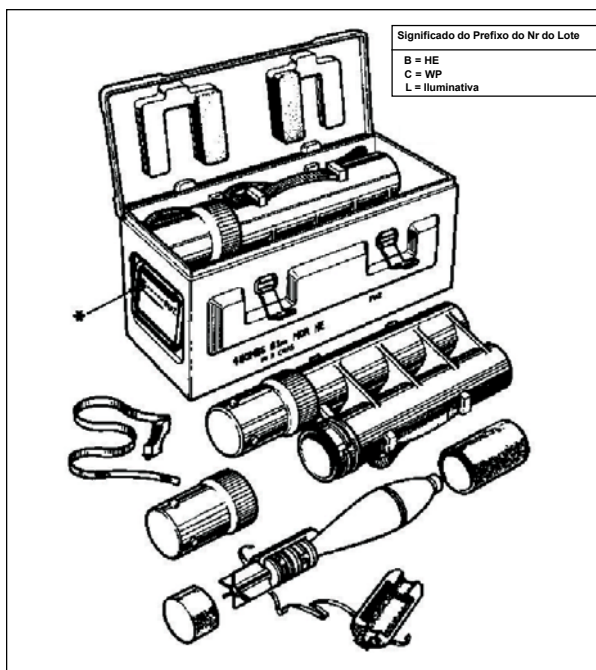

Fig 1-12. Estojo para granadas
a. HE e WP - Desengate a trava plástica em forma de cunha do estojo da granada e remova a sua tampa girando-a um quarto de volta no sentido anti-horário. Remova cuidadosamente a granada de dentro do estojo e retire as partes protetoras da ogiva, da carga inicial e quaisquer elásticos e fitas existentes. Quando é distribuída, normalmente, a granada vem preparada com a carga 6 (seis). Inspeção os suplementos para assegurar-se que nenhum deles esteja danificado. Caso algum suplemento esteja danificado, ele deverá ser substituído. Cheque a cinta de turgência para verificar se não está danificada. Verifique o grampo de segurança da espoleta. Recoloque a granada no seu estojo, sendo primeiramente a cauda, e tendo o cuidado para não danificar os suplementos e a cinta de turgência. Se a granada for utilizada com a espoleta em “retardo”, girar a fenda da espoleta para a posição “D”. Quando se retirar a granada do estojo, e ela não estiver com o grampo de segurança, ou estiver com a espoleta danificada, deve ser separada e destruída (Fig 1-12).